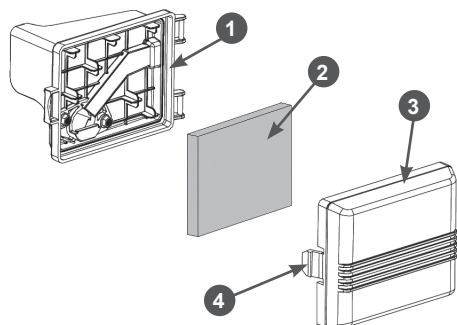

Рис. 18 Обслуживание воздушного фильтра
1. Нажмите на защёлку 4 и снимите крышку 3 воздушного фильтра (Рис. 18).
2. Извлеките из корпуса 1 фильтрующий элемент 2 (Рис. 18).
5. Произведите очистку крышки 3 и корпуса 1 воздушного фильтра, не допуская попадания пыли и грязи в воздуховод, ведущий к карбюратору (Рис. 18).